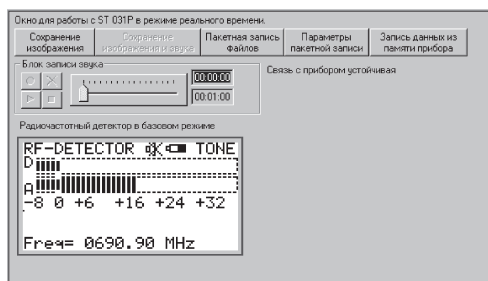

рис. 3
**Окно для работы с ST 033P в режиме реального времени (рис. 3) позволяет:**
**Блок записи звука** (см. рис. 3) состоит:
**Поле изображения** (см. рис. 3) предназначено: